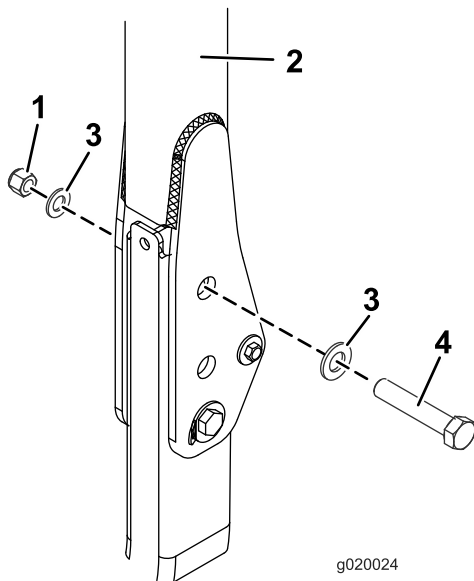

Bild 27
3. Legen Sie eine Scheibe (13/16" x 1 1/2") auf jede Schraube (3/4" x 4"), wie in Bild 27 abgebildet.
4. Setzen Sie die Schrauben und Scheiben in die Löcher ein, aus denen Sie die Stifte entfernt haben (Bild 27).
5. Legen Sie eine weitere Scheibe auf jede Schraube und befestigen sie mit einer Mutter (3/4"), wie in Bild 27 abgebildet. Ziehen Sie
6. Ziehen Sie die Drehschraube am Überrollschutz (Bild 27) auf ein Drehmoment von 91 bis 113 N·m an, damit der Überrollbügel und das Sonnendach nicht springen.